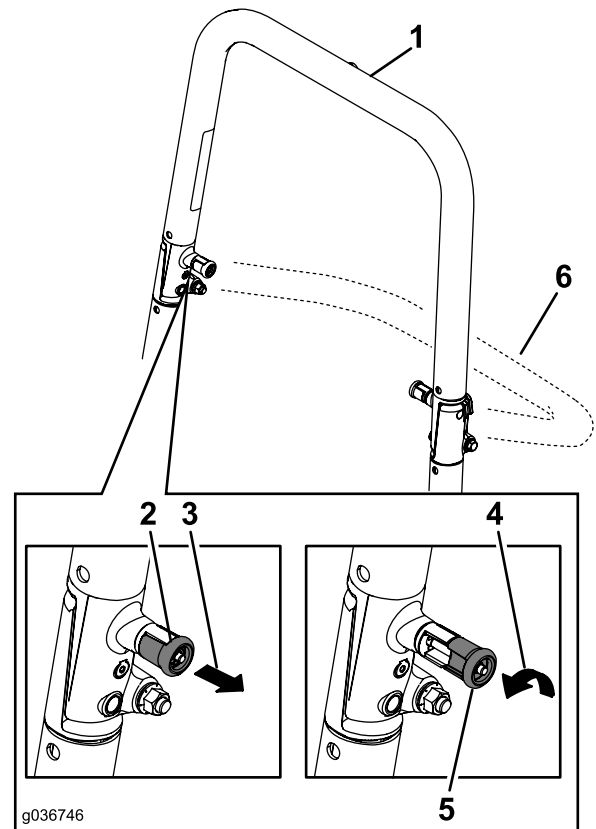

Bild 9
2. Ziehen Sie beide Handräder heraus und drehen sie um 90°, damit sie nicht eingerastet sind (Bild 9).
3. Senken Sie den Überrollbügel ab (Bild 9).
4. Zum Hochklappen des Überrollbügels heben Sie ihn in die Betriebsstellung an und drehen die Handräder, bis sie sich teilweise in den Schlitzen bewegen (Bild 9).
5. Klappen Sie den Überrollbügel ganz hoch und drücken Sie gleichzeitig auf den oberen Überrollbügel, damit die Stifte einrasten, wenn die Löcher mit den Stiften ausgefluchtet sind (Bild 9).